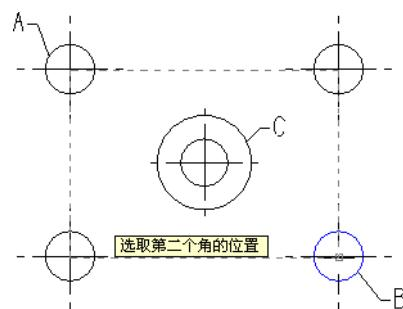

图 3-123 选取矩形的第二个角点
- 04 根据系统提示，移动光标捕捉圆 B 的圆心点，并单击鼠标左键，如图 3-123 所示。